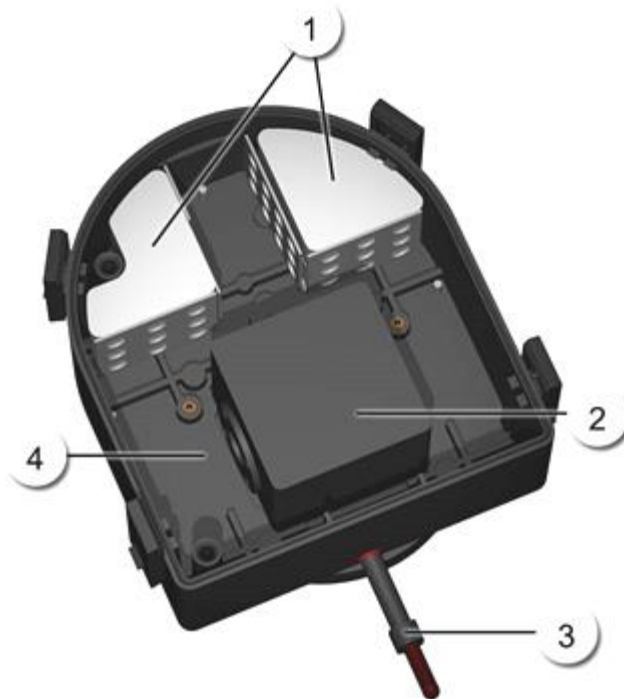

Abbildung 19: Ansicht des Messzellenteils
4.	Die alten Trockenmittel Abbildung 19, 1) beidseitig entfernen und mit den neuen ersetzen. i Je zwei Trockenmittel auf beiden Seiten.